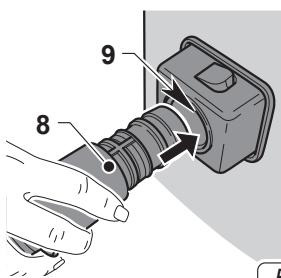

Fig. 6
- Introdurre, fino a finecorsa, il manicotto (8 Fig. 6) del tubo di aspirazione nella bocchetta (9 Fig. 6) presente sul fusto.
- Per sganciare il manicotto (8 Fig. 6) premere e mantenere premuto il pulsante (10 Fig. 6) quindi tirare verso l'esterno il manicotto (8 Fig. 6).